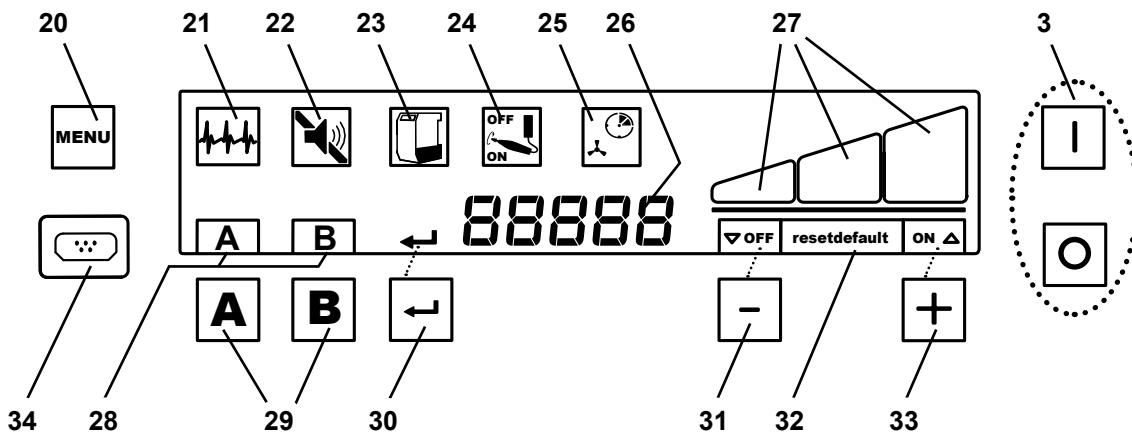

Fig. 2
- ⇒ Opriți aparatul cu ajutorul întrerupătorului de pornire/oprire (3, Fig. 2).